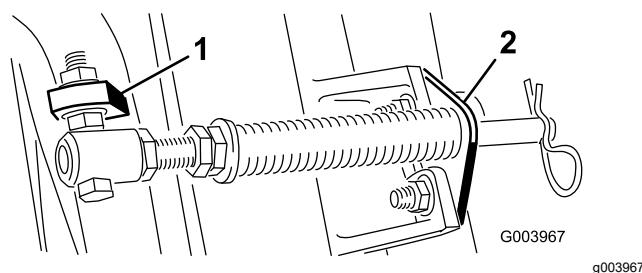

Figura 6
**Nota:** Coloque la cabeza del perno en el exterior de la pestaña, como se muestra en la Figura 6.
cuadrado y las tuercas (Figura 6). En la unidad de corte, monte la guía de mangueras de la izquierda en la parte delantera de las pestañas de la unidad de corte al instalar el soporte de la varilla (Figura 9).